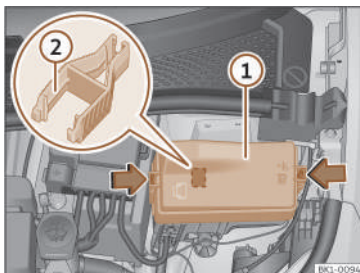

Fig. 181 Nel vano anteriore: coperchio della scatola dei fusibili.
- Premere le linguette di blocco per sbloccare il coperchio della scatola portafusibili >>> **fig. 181 ①**.
Nella scatola portafusibili possono essere presenti delle pinze di plastica per l'estrazione dei fusibili >>> **fig. 181 ②**.